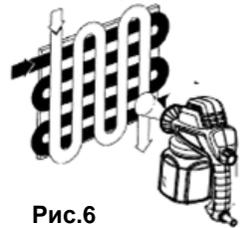

Рис.6
- Сначала малыми дозами распыляемого материала покрывается внешняя поверхность, углы, небольшие декоративные элементы. После этого покрывайте остальную обрабатываемую поверхность. Начинайте процесс распыления на расстоянии около 10 см от поверхности и также заканчивайте. Начинайте наносить материал от края к центру, обрабатывайте поверхность движениями в перекрестных направлениях. Поверхность однородного качества образуется, если “дорожки” будут располагаться внахлест соответственно на 4-5 см (Рис.6).